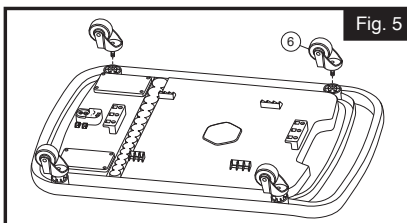

Fig. 5
7. Installez les roulettes de 2 pouces (6) sur le fond du plateau à outils, dans chaque coin, et serrez-les à l'aide de la clé de 14 mm (15). (Fig. 5)